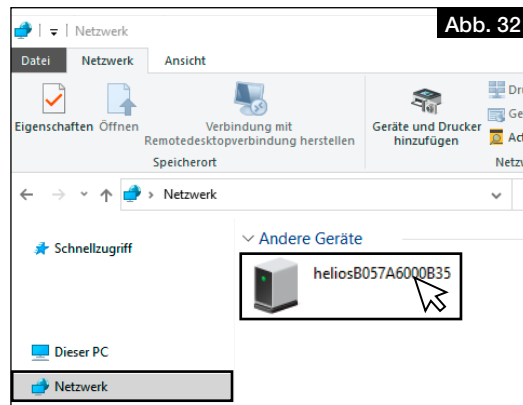

Abb. 32
2. Arbeitsplatz öffnen und auf Netzwerk klicken, vgl. Abb. 32.
- ① **Die Netzwerkerkennung muss eingeschaltet sein!**
3. Doppelklick auf das entsprechende Gerät, vgl. Abb. 32.